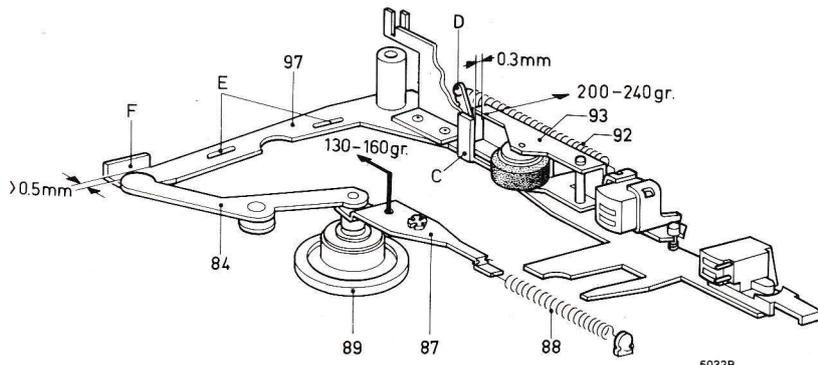

Fig. 12
### 5. Levier du galet-presseur 93 (fig. 12)
### 6. Couple de friction 89 (fig. 12)
- Accrocher le dynamomètre dans le trou de l'étrier 87 (fig. 12)